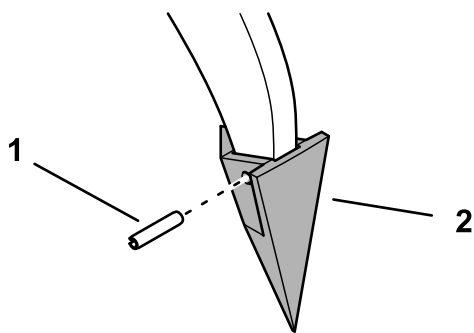

Figura 8
1. Retire los pasadores cilíndricos que fijan la punta del extremo al diente y retire la punta (Figura 8).
2. Coloque una punta nueva en el extremo del diente y fíjela con el pasador cilíndrico (Figura 8).